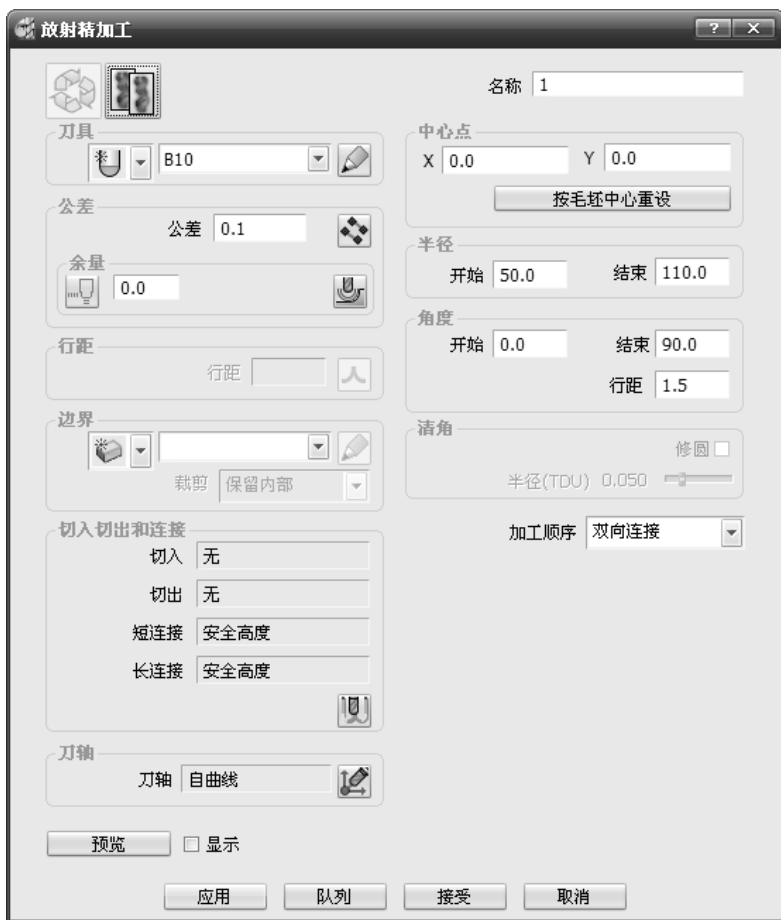

图 2-195 “放射精加工”对话框
3) 单击主工具栏上的“刀具路径策略”按钮,弹出“策略选取器”对话框。单击“精加工”选项卡,选中“放射精加工”选项,单击“接受”按钮,弹出“放射精加工”对话框,如图2-195所示。